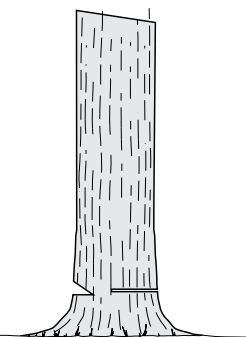

Fig. 25
- > Le trait d'abattage doit être plat et horizontal et au minimum à 5 cm (2") au-dessus de l'entaille horizontale (Fig. 25).